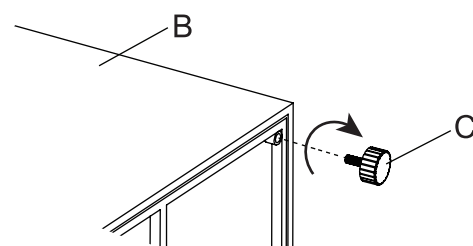

Figure 1
1. Mit Hilfe einer zweiten Person stellen Sie die Feuerstelle (B) vorsichtig auf eine flache, nicht scheuernde Oberfläche, um Kratzer zu vermeiden. Überprüfen Sie die vier Ecken an der Unterseite, richten Sie die Gleitfüße (C) an den Schraubblöchern aus und drehen Sie im Uhrzeigersinn (siehe Figure 1).